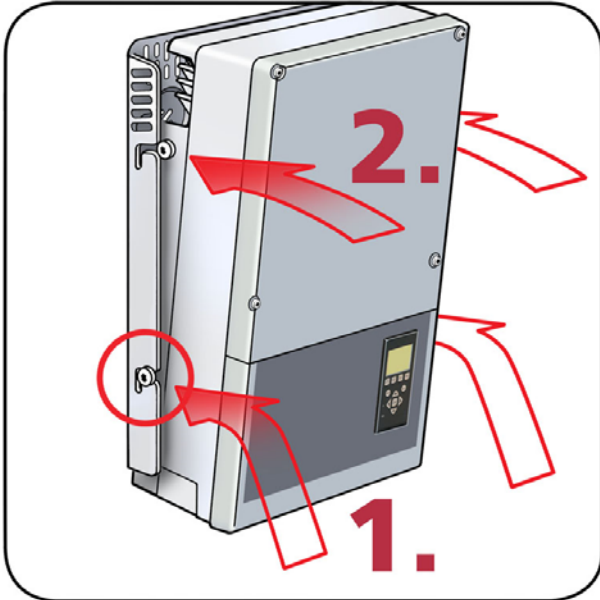
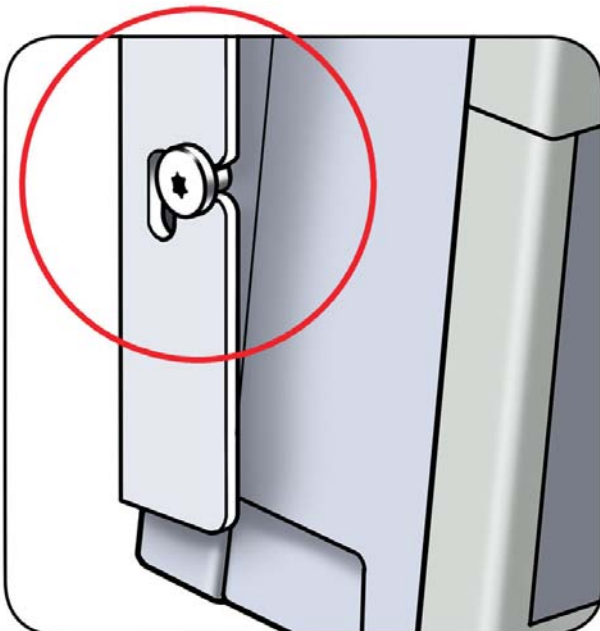

Ilustración 2.12 Deslizamiento en las ranuras
Ilustración 2.13 Detalle del deslizamiento en las ranuras
3. Empuje el inversor tal y como se muestra, de manera que los tornillos laterales se deslicen en las dos ranuras inferiores y, a continuación, en las dos superiores. Consulte *Ilustración 2.12* y *Ilustración 2.13*.